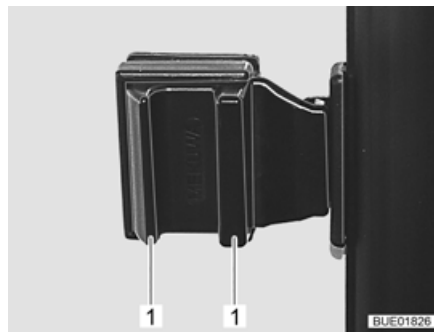

Fig. 99 Finestra scorrevole con bloccaggio a pressione
- Premere le maniglie (Fig. 99,1) e mantenerle premute.